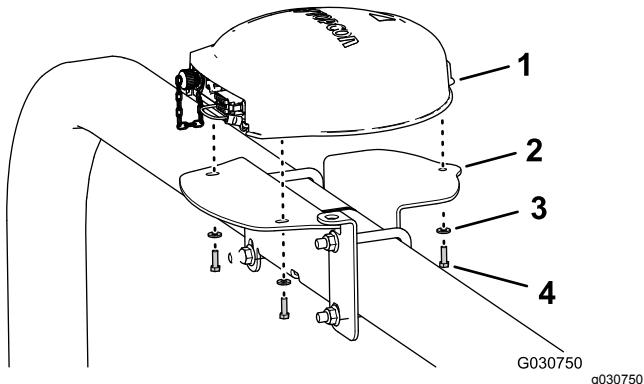

図 126
- 受信機底部の3本のねじ部を、マウントの3つの穴に合わせる図 126。
- 5. 受信機をマウント荷台に固定する図 126 六角ヘッドボルト5 x 16 mm3本と、ワッシャ5 x 16 mm3枚を使用する。